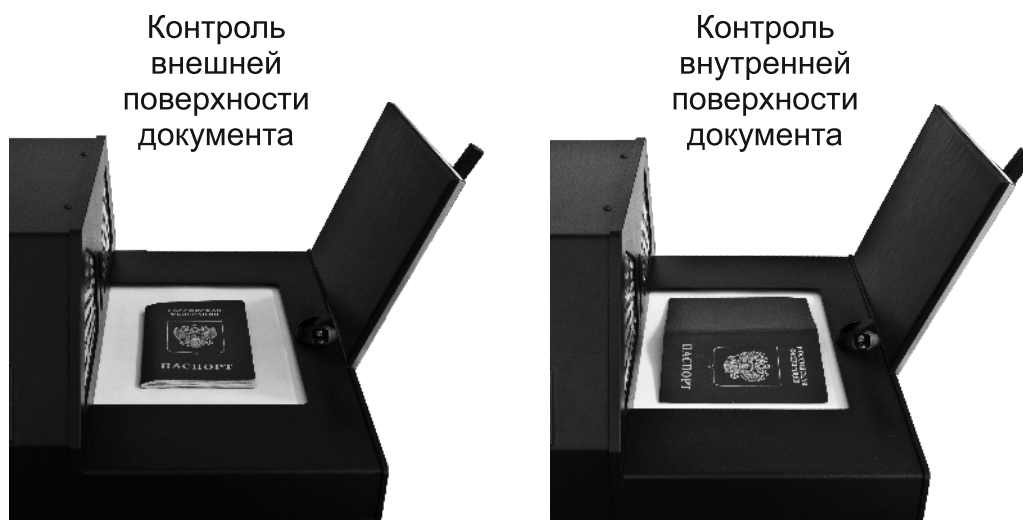

Рис. 23
3. Разместите исследуемый документ на пробоотборной пластине интересующей вас стороной (Рис. 23).
### Рекомендации по размещению документов (Рис. 23)